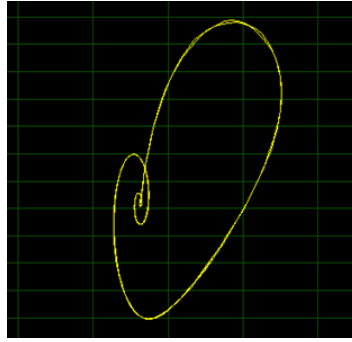

Рисунок 17 – Фазовая кривая, отображаемая на экране виртуального осциллографа
2. Для наблюдения на экране фазовой кривой на вертикально отклоняющие пластины осциллографа подайте напряжение с обкладок конденсатора, а на горизонтально отклоняющие пластины – напряжение U_R с клемм магазина сопротивлений R_M , пропорциональное току $U_R = IR_M$. На экране виртуального осциллографа будет отображаться зависимость напряжения U на обкладках конденсатора от тока I в контуре (рисунок 17). Сохраните изображение фазовой кривой в архиве.